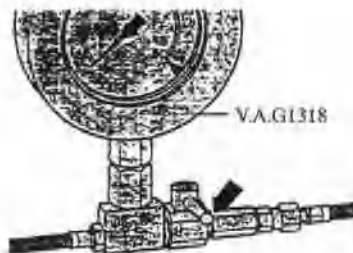

图 2.19 关闭压力测试仪的截止阀
④ 如果保持压力值到 200kPa 以下,继续进行检查。启动发动机并以怠速运转,在压力建立起来后关闭点火开关。如图 2.19 所示,关闭压力测试仪 V.A.G1318 的截止阀(开关手柄与流动方向垂直),注视压力表上的压力值。